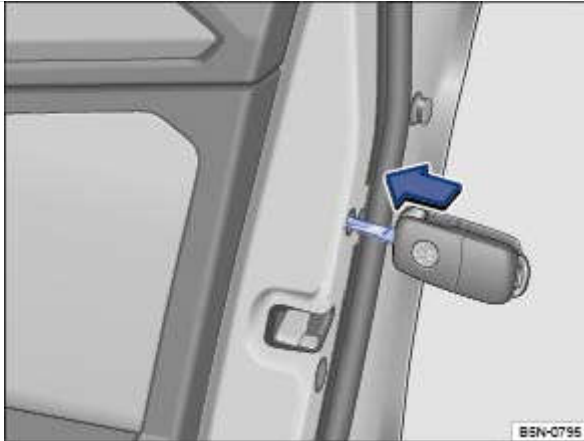

Fig. 252 Verrouillage d'urgence du véhicule à l'aide de la clé du véhicule
- Retirez le joint en caoutchouc du chant de la porte. Le joint est repéré par un cadenas  → Fig. 252 .
- Insérez le panneton dans la fente de l'évidement et tournez-le jusqu'en butée dans le sens des aiguilles d'une montre → Fig. 252 .